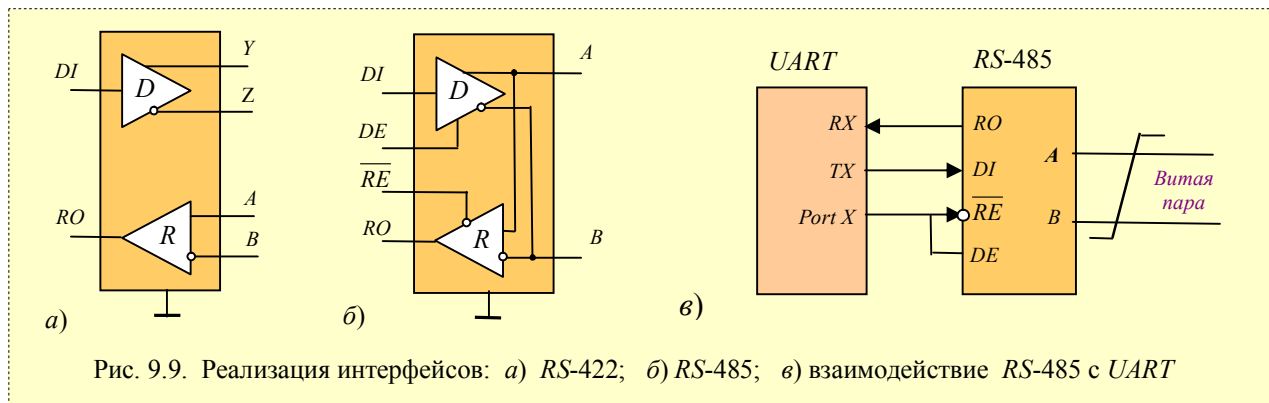

Рис. 9.9. Реализация интерфейсов: а) RS-422; б) RS-485; в) взаимодействие RS-485 с UART
Такой способ передачи обеспечивает высокую устойчивость к синфазной (*действующей на оба провода линии одинаково*) помехе. *Аппаратная реализация* (рис. 9.9) - микросхемы приемопередатчиков с дифференциальными входами/выходами (к линии) и цифровыми портами (к портам UART контроллера). Существуют два варианта такого интерфейса: **RS-422 и RS-485**.
**RS-422: полнодуплексный;** прием и передача идут по двум отдельным парам проводов; на каждой паре проводов может быть только один передатчик (ПД), а приемников (ПР) - несколько; рекомендован вместо RS-232 при длине кабеля более 15 м. (рис. 9.9,а);
**RS-485: полудуплексный;** прием и передача идут по одной паре проводов с разделением по времени; в сети может быть много ПД, т.к. они могут отключаться в режиме приема (рис. 9.9,б).
На рис. 9.9 обозначено: *DI* – цифровой вход ПД; *RO* – цифровой выход ПР; *A* – прямой дифференциальный вход/выход; *B* – инверсный дифференциальный вход/выход; *Y* - прямой дифференциальный выход; *Z* - инверсный дифференциальный выход; *DE* - разрешение работы ПД; *RE* – разрешение работы ПР. **Примечание:** *D* (driver) – передатчик (ПД); *R* (receiver) – приемник (ПР).
На рис. 9.9,в приведена схема связей RS-485 с портом UART. Цифровой выход *RO* приемника (ПР) подключается к порту приемника UART (*RX*). Цифровой вход *DI* передатчика (ПД) - к порту передатчика (ПД) UART (*TX*). Так как на дифференциальной стороне ПР и ПД соединены, то во время приема нужно отключать ПД, а во время передачи - ПР. Для этого служат управляющие входы: разрешение приемника (*RE*) и разрешение передатчика (*DE*). Т.к. вход *RE* инверсный, то его можно соединить с *DE* и переключать ПР и ПД одним сигналом с UART (любой порт). При уровне "0" - работа на прием, при "1" - на передачу.